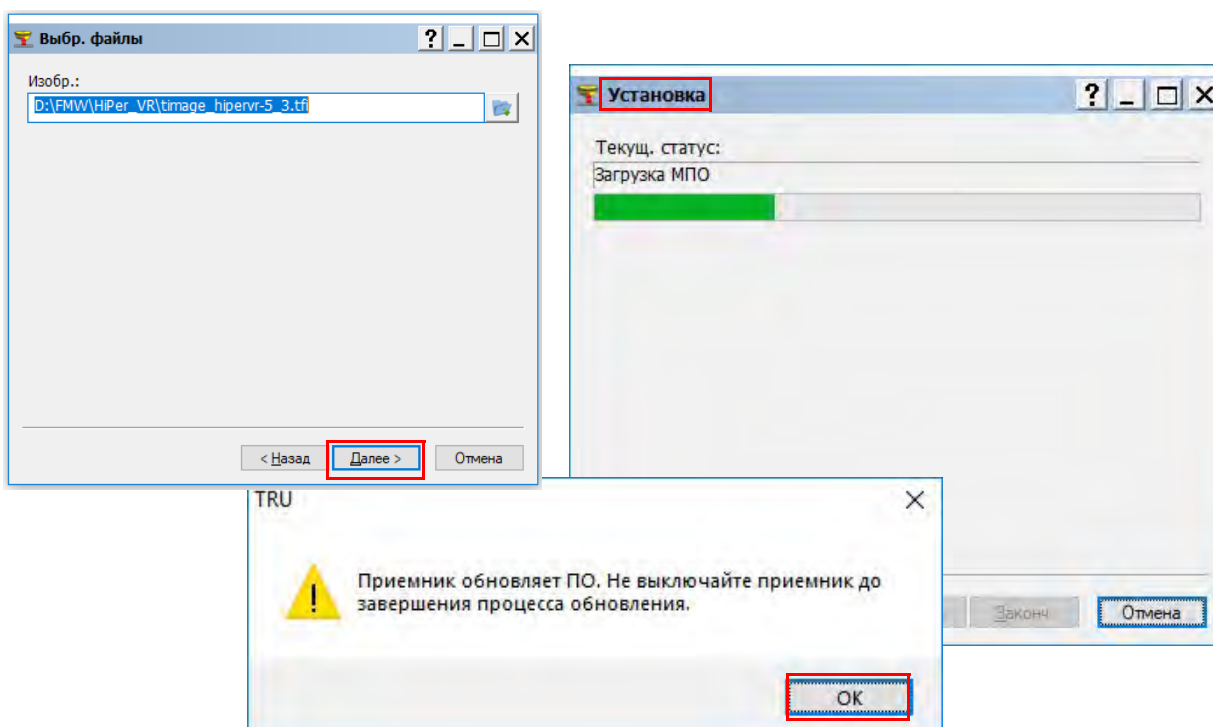

Рисунок 5-4: Окна Выбр. файлы/Установка
- Кликните **Далее**. Откроется окно **Выбр. файлы** (Рисунок 5-4).
15. Кликните **Далее**. Откроется окно **Установка** и начнется загрузка прошивки (Рисунок 5-4).